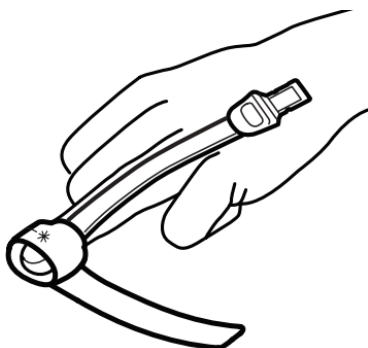

Fig. 15-16 Colocación sensor NEO en PED.
2. Consulte la Fig. 15-16. Coloque la envoltura adhesiva alrededor del dedo de modo que la ventana del emisor () quede alineada sobre la parte superior del dedo del lado directamente opuesto al detector. Es necesario que la ventana del detector quede completamente cubierta para garantizar la obtención de datos precisos.